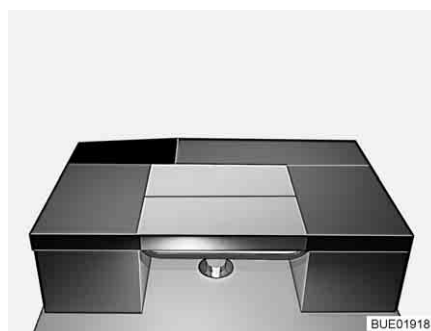

Bild 124 Efter ombyggnaden
- Lägg ryggdynan för sittbänken tvärt över bordet (se Bild 124).